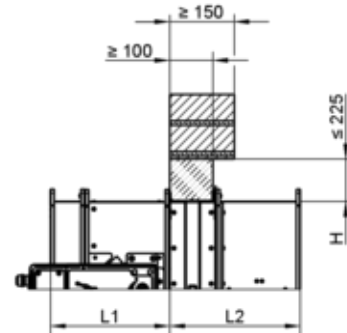

Abb. 16: FIRESAFE® 3 K90 Mörtelbett
- Beim Nasseinbau sind die Hohlräume zwischen Klappengehäuse und Wand oder Decke mit Mörtel vollständig auszufüllen. Lufteinschlüsse müssen verhindert werden. Das Mörtelbett sollte auf Wand-/ Deckendicke aufgefüllt werden, die Mörtelbetttiefe darf 100 mm nicht unterschreiten, siehe Abb. 16.